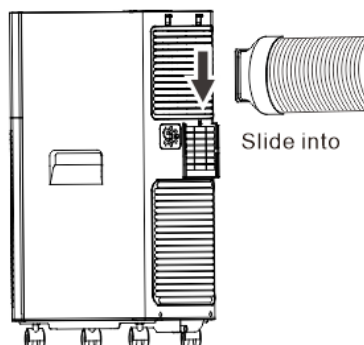

Abbildung 5
5. Setzen Sie den Schlaucheinlass in das Gerät ein, siehe Abbildung 5.